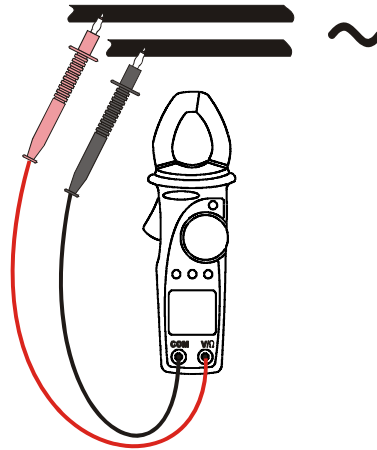

Abb. 7: Oberwellenanalyse der Spannung
2. Verbinden Sie die rote Messleitung mit der V/Ω Buchse, und die schwarze Messleitung mit der COM Buchse. (s. Abb. 7). Um die Handhabung zu vereinfachen stecken Sie die Schutzkappe auf und befestigen eine der Testleitungen daran. (s. Abb. 3).
3. Verbinden Sie die Prüfspitzen mit dem gewünschten Stromkreis (s. Abb. 7). Die Gesamtverzerrung wird auf dem Display angezeigt (Symbol "**THD%**" wird auf dem Display angezeigt)